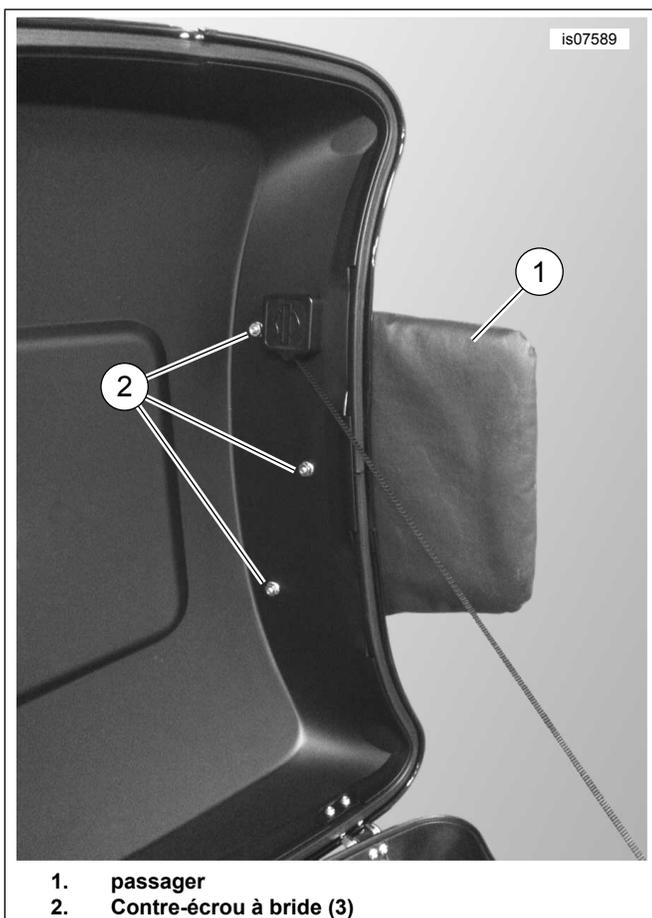

Figure 5. Dossieret monté sur le couvercle du Tour-Pak tronqué
1. Voir la figure 5. Aligner les trois goujons du dossier (1) avec les trous percés dans le couvercle Tour-Pak.
2. Serrer à la main avec les écrous à collerette (2) et les rondelles plates (3) du kit.
4. Serrer les écrous à collerette (2).